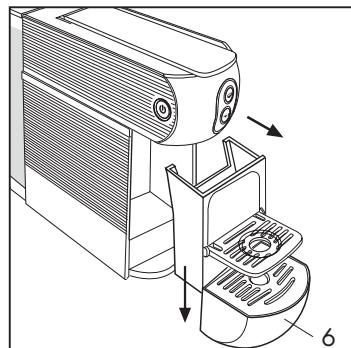

Fig. 12
Per eseguire questa operazione estrarre la vassietta (6) (**Fig. 12**) e separarla dal contenitore porta capsule tirandola verso il basso, facendo attenzione all'eventuale presenza di liquido.